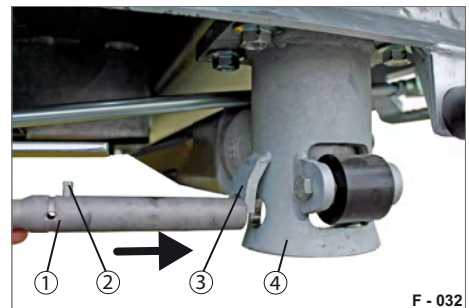
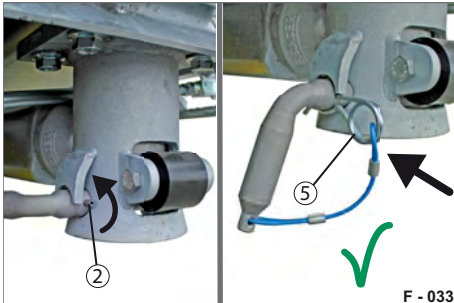

Abb. 55 Steckbolzen einstecken
Abb. 56 Steckbolzen gesichert
- ▶ Stecken Sie den Steckbolzen (Abb. 55/1) bis zum Anschlag ein.
- Drehen und schieben Sie den Steckbolzen weiter ein, so dass der Stift (Abb. 55/2) hinter der Sicherungslasche (Abb. 56/
- Stecken Sie den Federstecker (Abb. 56/5) durch die Bohrung im Steckbolzen durch.
- Ziehen Sie den Federstecker (Abb. 56/5) heraus.
► Drehen Sie den Steckbolzen (Abb. 55/1) so, dass der Stift (Abb. 55/2) aus der Sicherungslasche (Abb. 56/3) herauskommt.